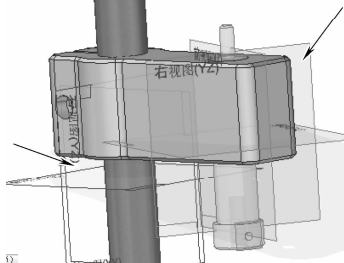
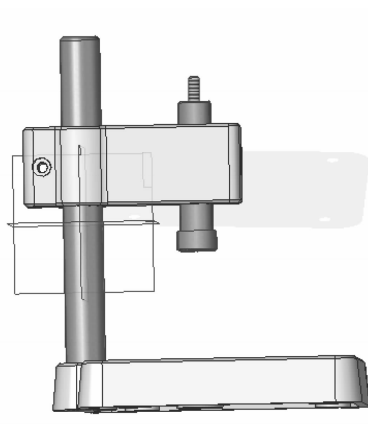

图 8-171 选取配合面
图 8-172 完成第 4 个零件的装配
(5) 在上方的【装配】命令条中选择  【浮动】按钮。
(6) 选择如图 8-171 所示的【右视图 (YZ)】面, 再选择第 2 个零件的【右视图 (YZ)】面作为配合平面, 进行配合, 如图 8-172 所示。按 Esc 键完成装配。